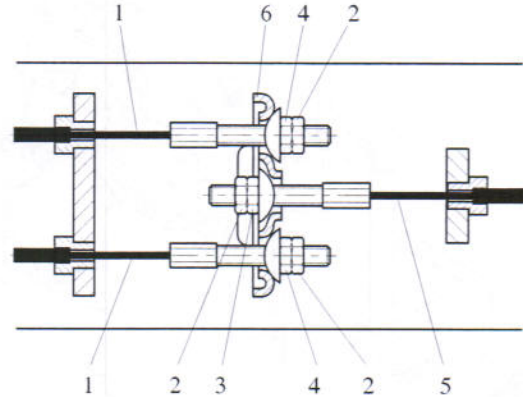
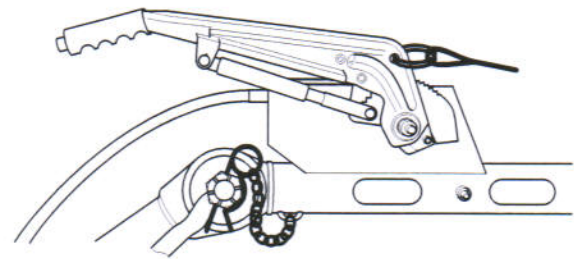

Fig. 5.7 Disposición del cable de freno
Fig. 5.8 Palanca del freno de mano hacia abajo - freno no accionado
Compruebe la posición del equalizador (Fig. 5.7, 6) con el freno de estacionamiento accionado.
1. Con la argolla de remolque extraída a la posición más externa y la palanca de freno de mano en la posición bajada (Fig. 5.8), afloje las tuercas de bloqueo (Fig. 5.7, 2). Gire las tuercas de ajuste y las tuercas del cable del freno (Fig. 5.7, 4) hacia la derecha hasta que no haya flojedad en el mecanismo de freno.
El ecuador (Fig. 5.7, 6) debe permanecer perpendicular al cable de freno principal (Fig. 5.7, 5).
2. Aplique la palanca de freno de mano varias veces y repita el ajuste. Apriete las tuercas con sus tuercas de bloqueo (Fig. 5.7, 2). Retire el gato y los bloques.